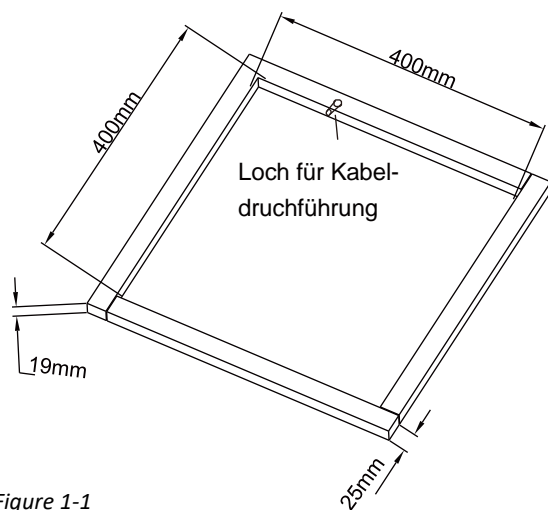

Figure 1-1
Wenn keine Dachöffnung vorhanden ist, so muss eine neue Öffnung (siehe Abbildung 1-1) in das Fahrzeugdach geschnitten werden. Eine entsprechende Öffnung muss auch in die Fahrzeugdecke geschnitten werden. Seien Sie beim Schneiden der Deckenöffnung vorsichtig, denn wenn die Deckenöffnung mit Teppichboden ausgelegt ist, kann es zu Verwicklungen kommen. Nachdem die Öffnung im Dach und die Innendecke die richtige Größe haben, muss zwischen der äußeren Dachfläche und der Innendecke eine verstärkte Tragkonstruktion angebracht werden:
2. Dieser Öffnung muss in der Lage sein, die Dachaußenfläche und die Innendecke auseinanderzuhalten und zu stützen, so dass beim Zusammenschrauben der Dachklimaanlage und der Deckenbaugruppe kein Einsturz erfolgt. Ein typischer Tragrahmen ist in Abbildung 1-1 dargestellt.